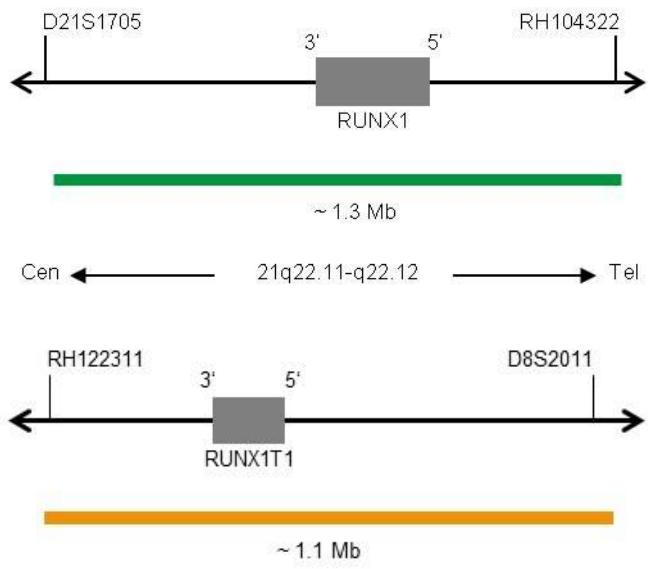

Fig. 1 Cima: SPEC RUNX1 Mapa da sonda; Baixo: SPEC RUNX1T1 Mapa da sonda (sem escala)
- Polinucleótidos (~12 ng/μl) com marcação ZyGreen (excitação 503 nm/emissão 528 nm), dirigidos ao mapeamento de sequências alvo em 21q22.11-q22.12* (chr21:35,530,283-36,855,548) contendo o gene RUNX1 (ver Fig. 1).
- Polinucleótidos (~6 ng/μl) com marcação ZyOrange (excitação 547 nm/emissão 572 nm), dirigidos ao mapeamento de sequências alvo em 8q21.3-q22.1* (chr8:92,632,490-93,746,043) contendo o gene RUNX1T1 (ver Fig. 1).